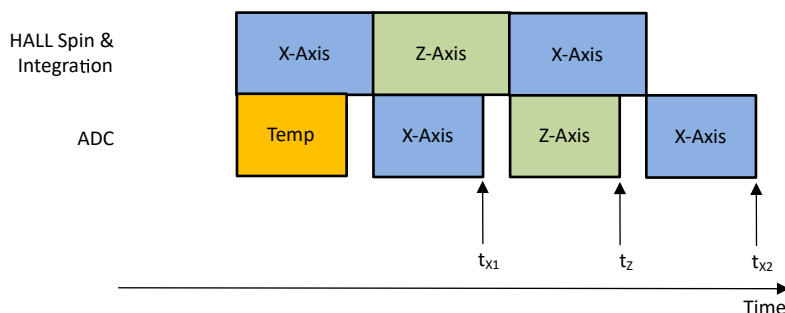

图 8-3. XZX 磁场转换
在绝对角度测量中，需要来自多个轴的应用传感器数据，才能计算出精确的角度。在不同时间通过同一信号链收集的磁场数据会在角度计算中引入误差。TMAG3001 提供伪同步采样数据收集模式来消除此误差。图 8-3 展示了一个示例，其中 `MAG_CH_EN` 设置为 Bh 来收集 XZX 数据。方程式 12 显示了 X 和 Z 传感器数据的时间戳相同。
- t_{x1} 、 t_z 、 t_{x2} 是 X、Z、X 传感器数据完成的时间戳，如图 8-3 中定义。